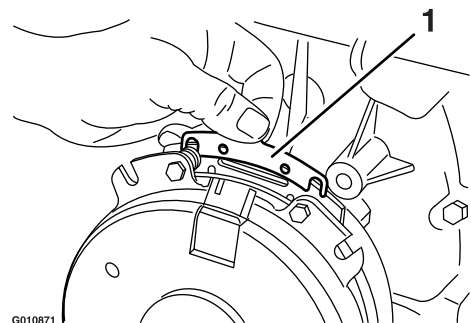

Figure 75
- B. À l'aide d'une pince à becs longs ou avec les doigts, saisissez la languette et déposez la cale (Figure 75).